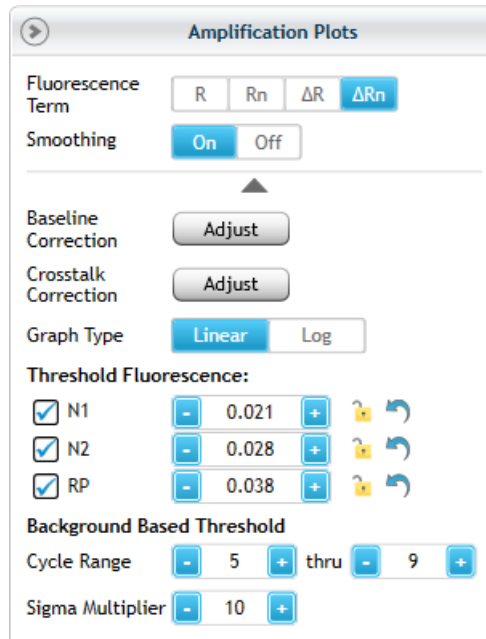

Figura 20 Impostazioni predefinite per i grafici di amplificazione nel software Aria (i valori di soglia di fluorescenza variano tra un esperimento e l'altro)
- 5 Assicurarsi che lo schermo stia visualizzando il grafico Amplification Plots e che i parametri di analisi predefiniti corrispondano a quelli mostrati nella **Figura 20**.
Se non si visualizza il pannello completo dei parametri di analisi mostrato nella **Figura 20**, fare clic sulla freccia in basso proprio sotto l'impostazione **Smoothing** per espandere il pannello.
I valori di soglia di fluorescenza predefiniti nell'esperimento saranno probabilmente diversi da quelli mostrati nella **Figura 20**. Il software calcola i valori predefiniti in base al livello di rumore di fluorescenza nella gamma dei cicli di fondo. Di conseguenza, i valori predefiniti variano da un esperimento all'altro.